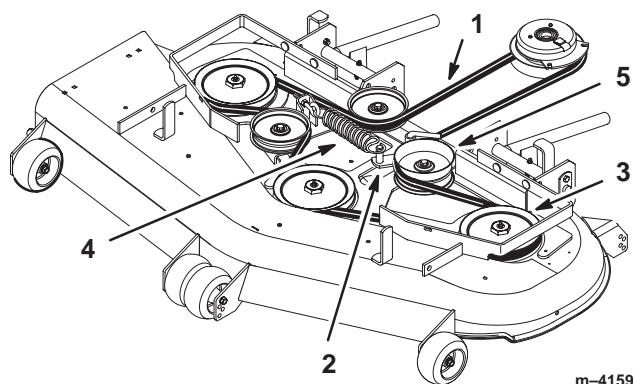

Figure 53
4. Déposez la courroie. Commencez à la poulie extérieure et tournez la courroie pour la déposer (Fig. 53).
7. Remettez la poulie de tension en place et installez la courroie sur les autres poulies (Fig. 53).